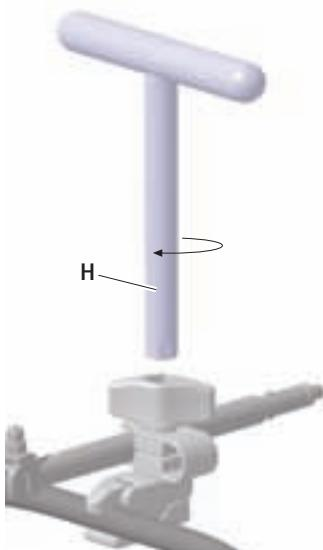

Fig. 8
- ▶ Dra åt infästningsmuttern 1 ända till fullständig klämning. Efterdå i förek. fall med T-nyckel H, se Fig. 8.